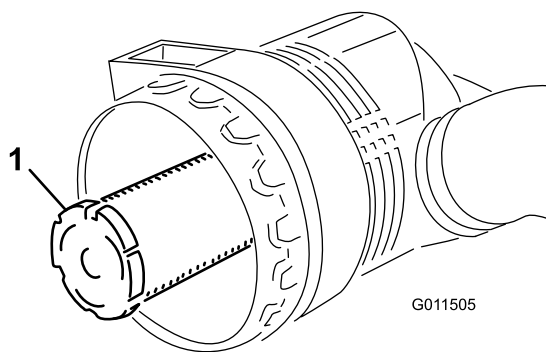

図 57
**重要** 安全フィルタ 図 57 は絶対に洗わないでください。安全フィルタは、主フィルタの3回目の整備時に交換してください。